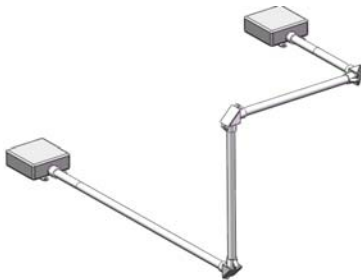

图 18-80 电气管道
③ 添加另外两个弯头。然后单击“草图绘制”按钮和“编辑零部件”按钮。完成绘制的线路如图 18-80 所示。